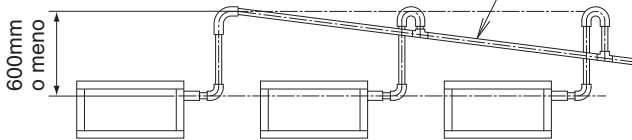

Fig. 10
(1) Installare la tubazione di scarico.
- Mantenere il tubo di scarico corto e inclinato verso il basso con una pendenza di almeno 1/100, per prevenire la formazione di sacche d'aria. **(Fare riferimento alla Fig. 10)**
- Non applicare forza eccessiva al tubo flessibile di scarico (2), in modo da non torcerlo e da non piegarlo. (Questo tipo di azione potrebbe causare delle perdite.)
- Se si utilizza una tubazione di scarico centrale, seguire la procedura delineata nella Fig. 10.
(2) Al termine della posa in opera delle tubazioni, verificare che lo scarico avvenga senza ostacoli con la modalità riportata sotto.